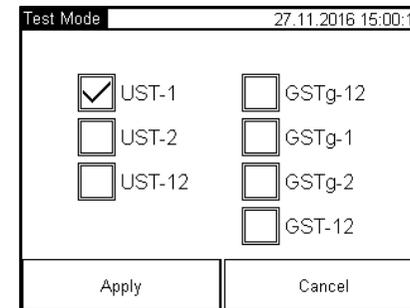

Рисунок 11.13
5) Выбрать схему измерения из списка, для чего нажать кнопку  UST-1 (рисунок 11.10), в появившемся окне "Test Mode" осуществить выбор (рисунок 11.13). Вернуться в окно "Insulation Test", подтвердив выбор, для чего нажать на кнопку .